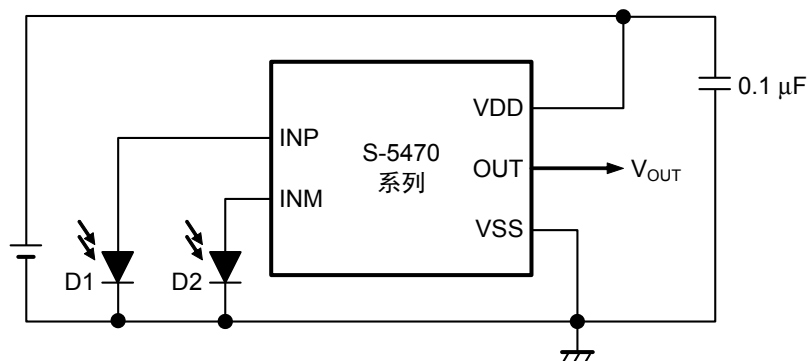
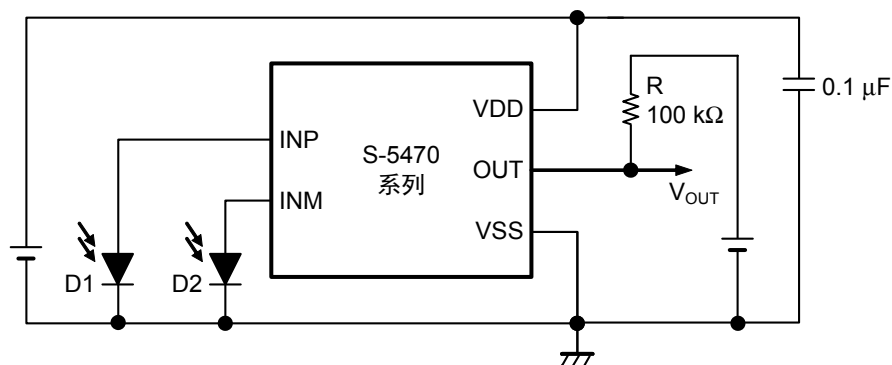

图22 检测光电流差电路例 (CMOS输出产品)
图23 检测光电流差电路例 (N沟道开路漏极输出产品)
2. 使用检测光电流差电路时，请在如图22、图23所示的测定电路中，使用具备相同发电电压特性和发电电流特性的两个PD或者LED。
- 检测光电流差电路（请参阅“**图22、图23 检测光电流差电路例**”）中，请在INP端子的输入电流 $\leq 20 \mu\text{A}$ 、INM端子的输入电流 $\leq 10 \mu\text{A}$ 的条件下使用。如果使用超过此电流的输入电流时，可能导致S-5470系列发生误工作，务请注意。